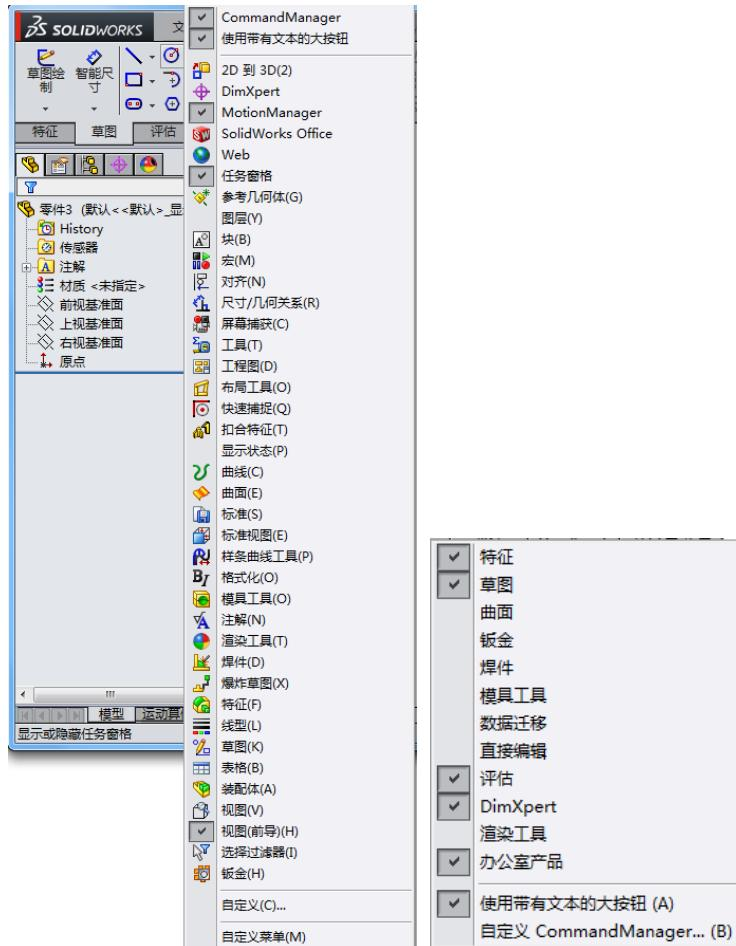

图 1-20 “工具栏”快捷菜单
(1) 执行命令。在操作界面的工具栏中单击鼠标右键, 系统会出现设置工具栏的快捷菜单, 如图1-20左图所示。如在工具栏的标签上单击鼠标右键, 系统会出现设置工具栏标签的快捷菜单, 如图1-20右图所示。